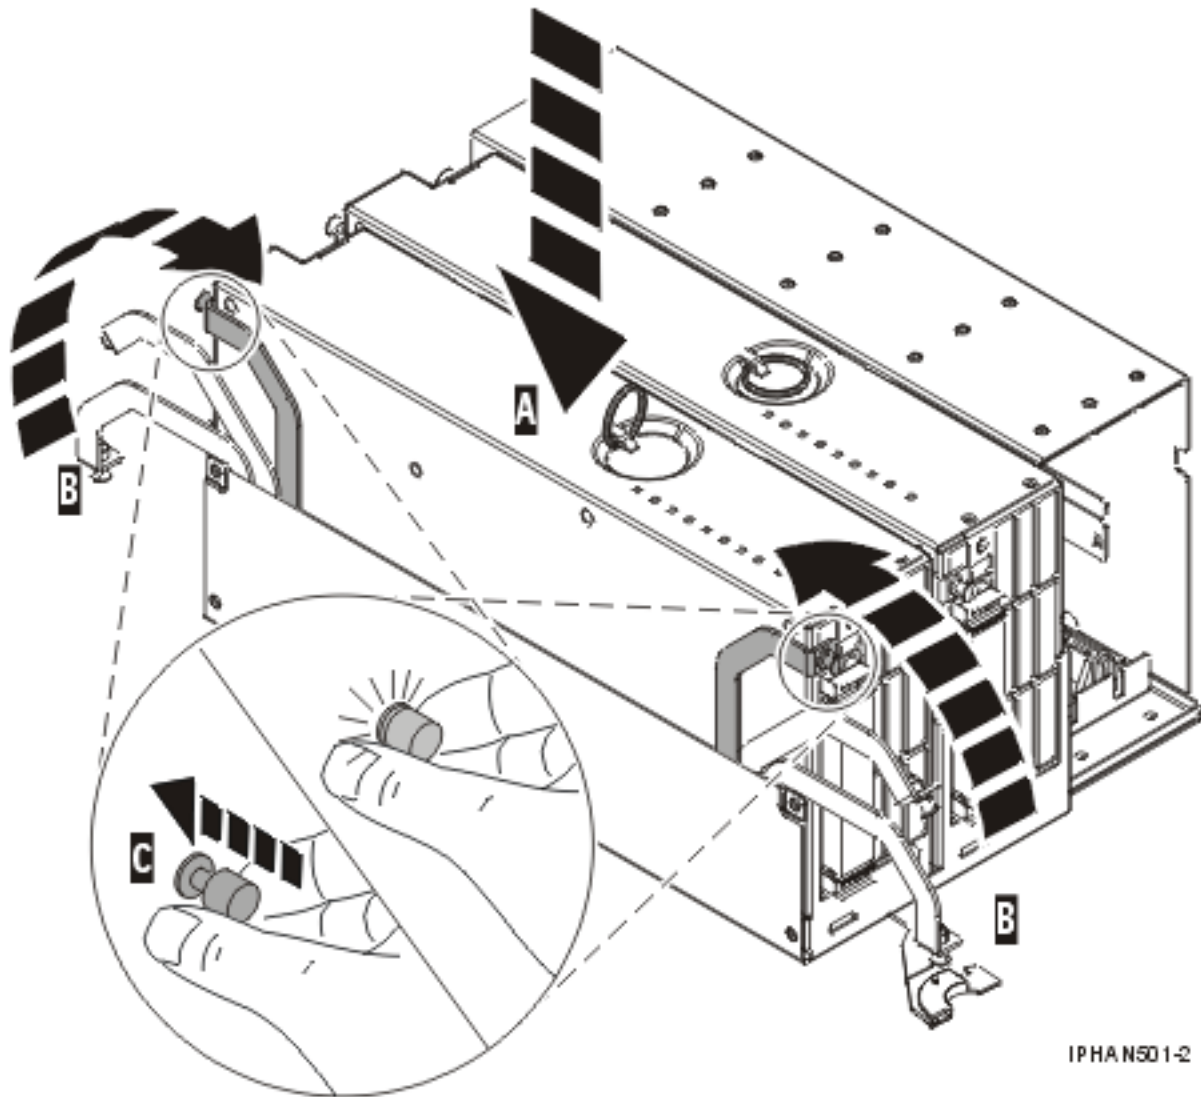

Figure 16. Remplacement du modèle 17M/MA ou
2. Comme illustré à la figure 16, à la page 23, placez le bloc processeur système dans le fond de panier système **(A)** en vous aidant des informations dont vous avez pris note au cours de la procédure de retrait.